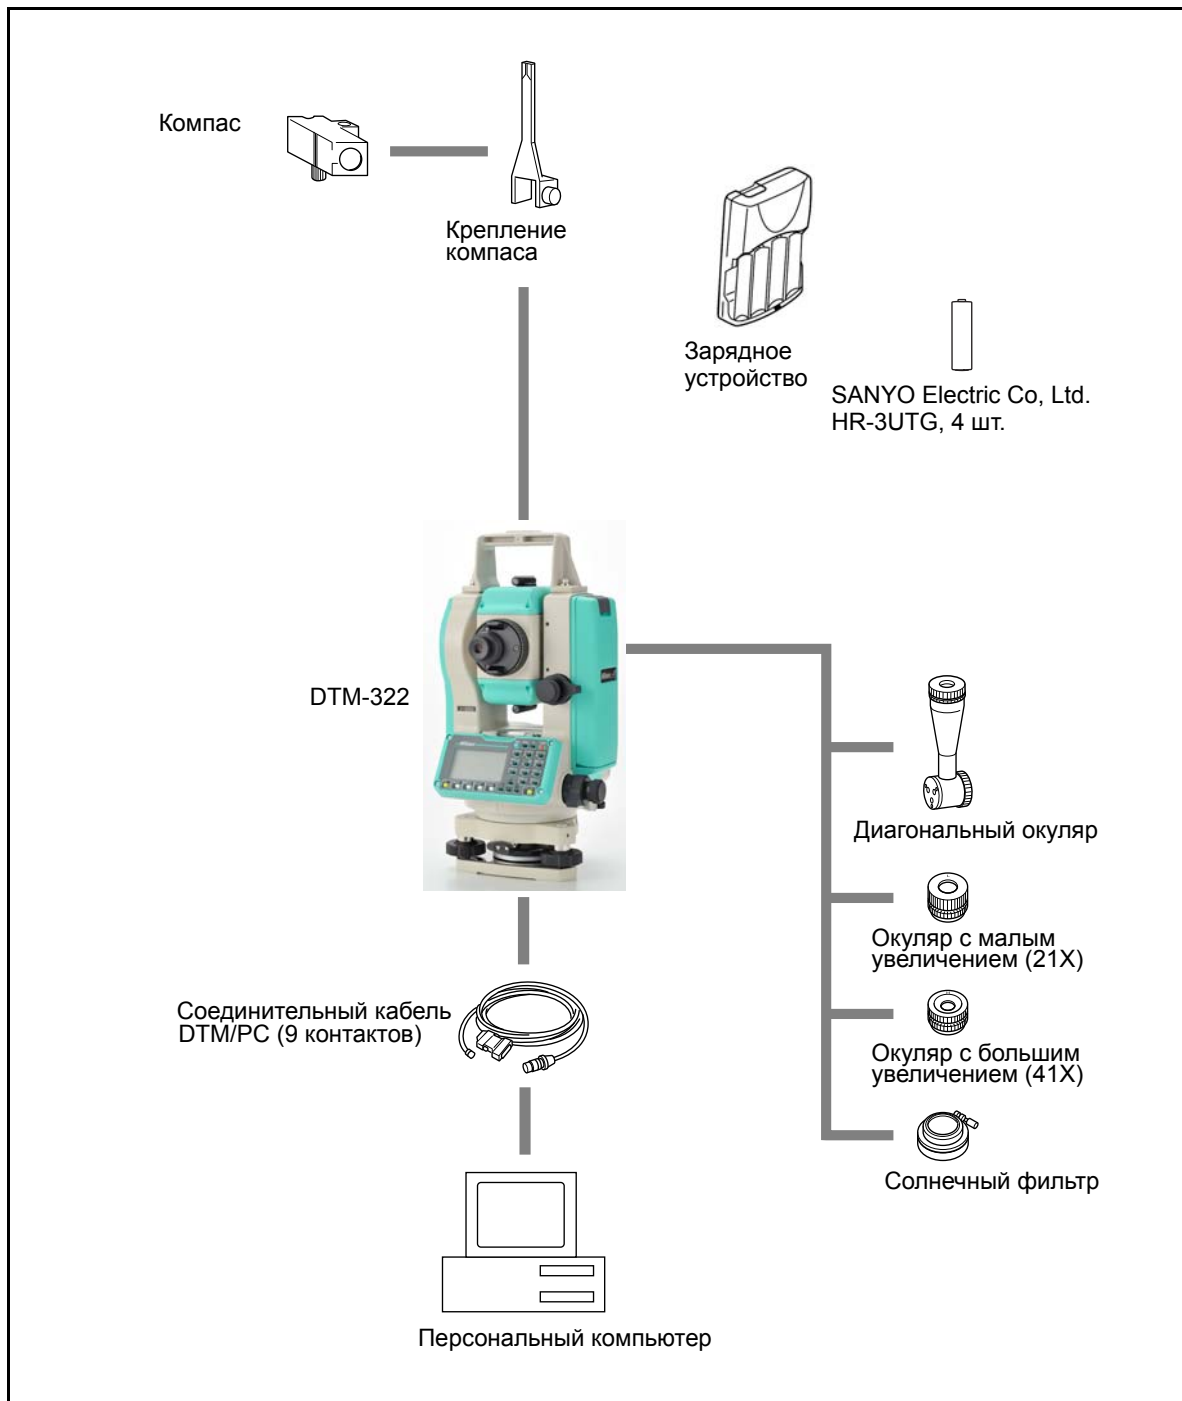

Рисунок 8.1 Компоненты измерительной системы
**ПРЕДОСТЕРЕЖЕНИЕ** – Соединения, не показанные на Рис. 8.1 на стр. 150 являются опасными для соединяемых приборов, используйте их на свой собственный риск.